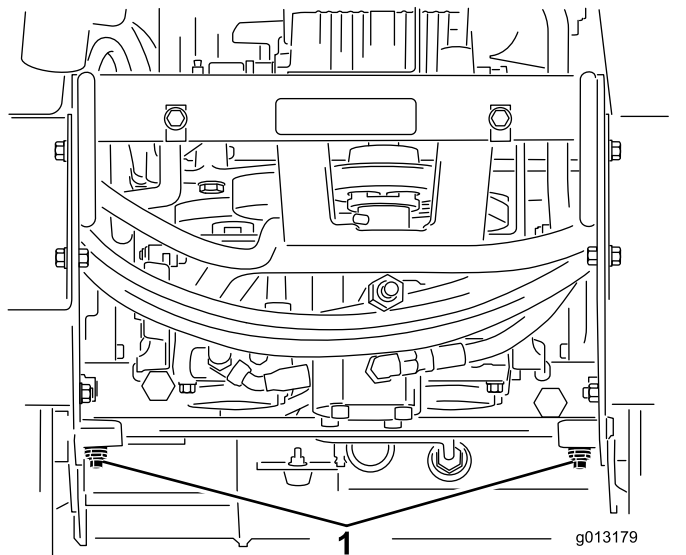

Figura 20
4. Utilizando uma chave de aperto, rode as válvulas de reboque nas bombas hidráulicas duas vezes no sentido contrário ao dos ponteiros do relógio (Figura 20).